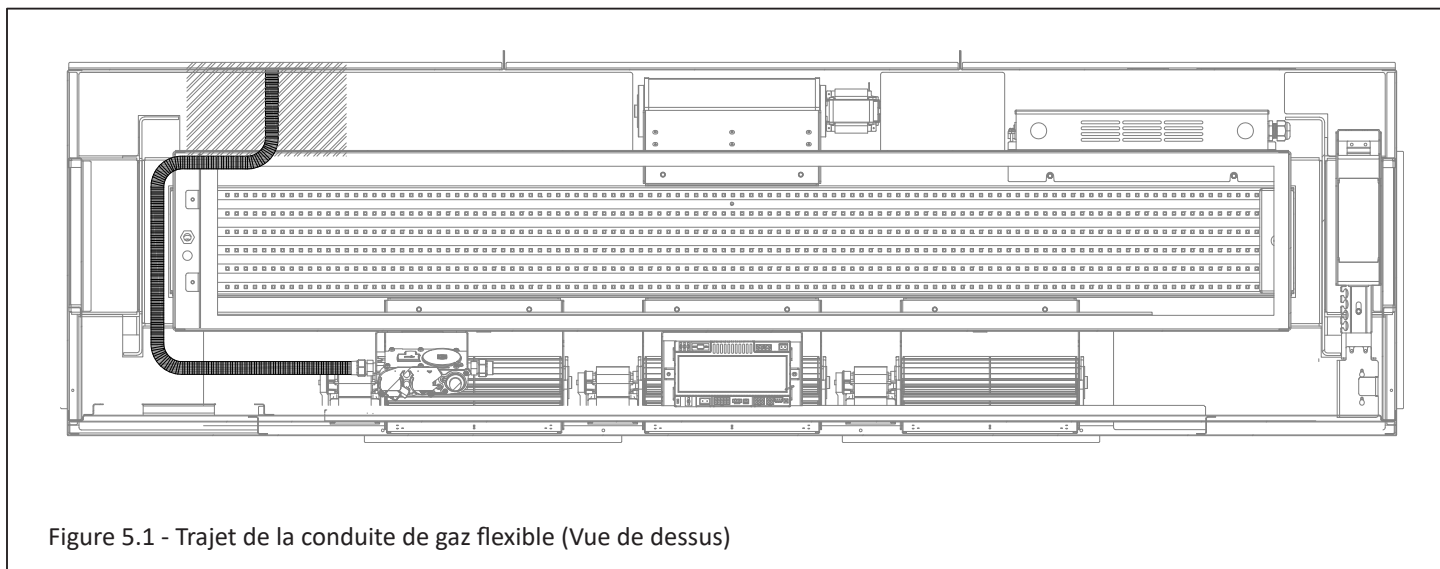

Figure 5.1 - Trajet de la conduite de gaz flexible (Vue de dessus)
- La Figure 5.1 montre le trajet d'installation de la conduite gaz flexible, de la valve de gaz à la conduite d'alimentation de gaz. Ce trajet assure que la conduite de gaz flexible ne bouche pas l'espace du kit d'éclairage à lumières DEL. La zone ombrée (coin arrière gauche) est l'endroit recommandé pour installer le robinet d'arrêt raccordé à la conduite d'alimentation de gaz. Ceci vous permettra d'accéder au robinet d'arrêt au moment de retirer le panneau de contrôle. Insérez la conduite de gaz flexible dans le foyer à travers le trou d'accès de gaz prévu. Voir la Figure 2.1 (Dimensions de l'appareil) pour l'accès à la conduite de gaz.